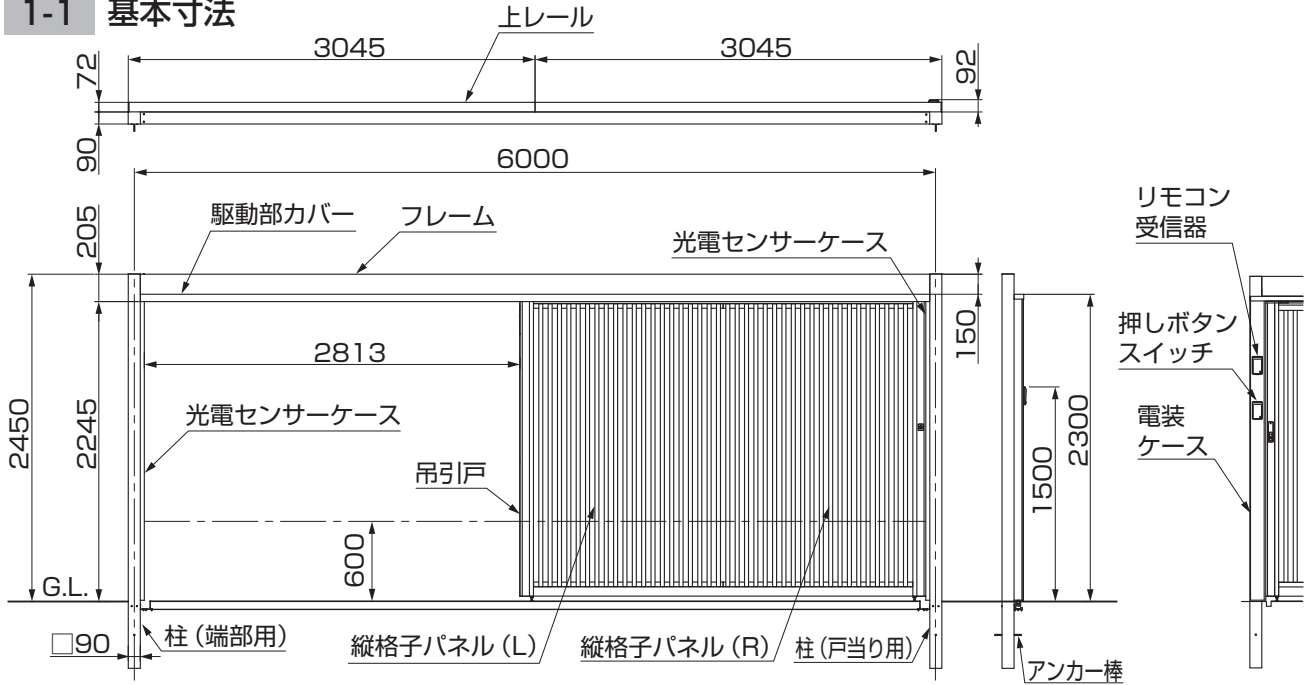

図1-1 吊引戸 閉状態
- ① 柱の下側にアンカー棒を差し込んでください。(図1-1参照)
- ② 柱補強材(電動用)を柱の上側からアンカー棒にあたるまで挿入してください。(図1-1参照)
- ③ 柱の道路側から柱補強材(電動用)を【5-1】で取付けてください。(図1-1参照)